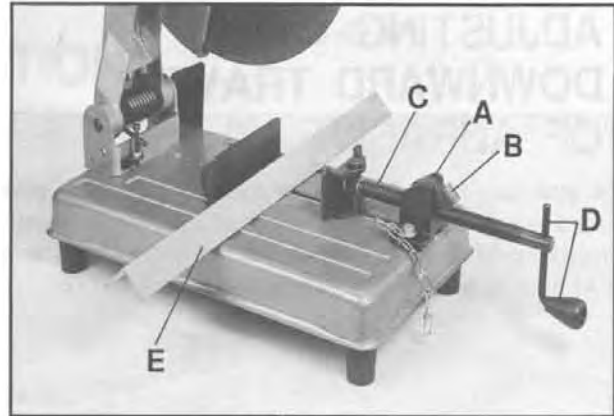
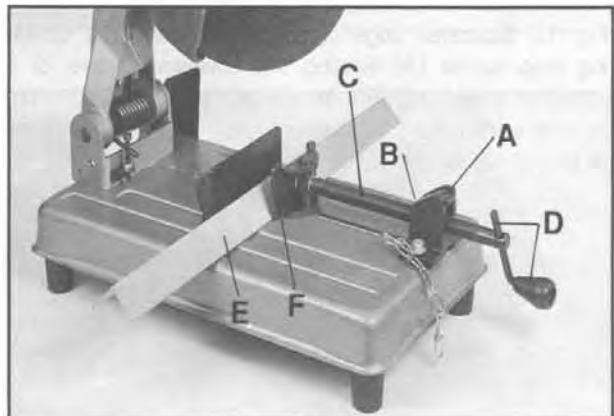

Fig. 10
Fig. 11
1. Den Hebel (A Fig.10) heben um die Klemme (B) der Spannstockspindel (C) freizugeben.
2. Am Griff (D) ziehen um die Spannbacke zu lösen.
3. Werkstück (E) an die hintere Spannbacke legen.
4. Mit dem Griff (D Fig.11)) die Spannbacke (F) ganz an Werkstück (E) schieben. Den Hebel (A) einrasten und mit dem Drehgriff (D) das Werkstück festklemmen.